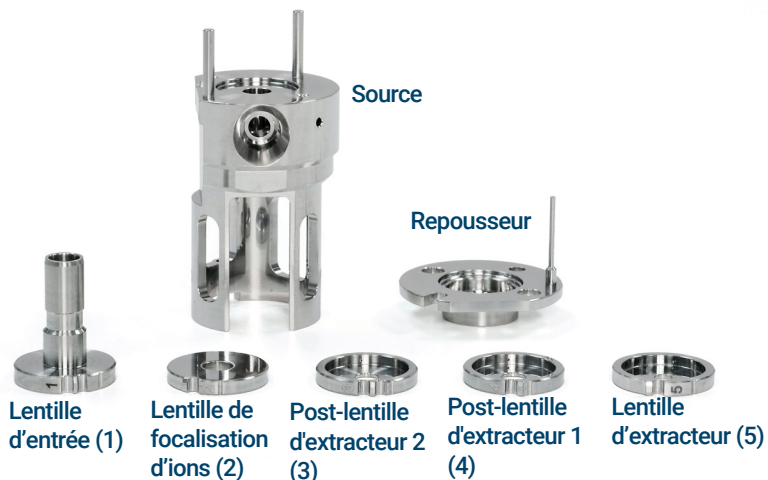

Figure 54. Pièces de la source EI HES à nettoyer
- 2 Récupérer les pièces suivantes pour les nettoyer, dans le cas d'une source EI HES : (Voir **Figure 54** page 194.)
- Lentille d'extracteur (5)
- Post-lentille d'extracteur 1 (4)
- Post-lentille d'extracteur 2 (3)
- Lentille de focalisation d'ions (2)
- Lentille d'entrée étendue (1)